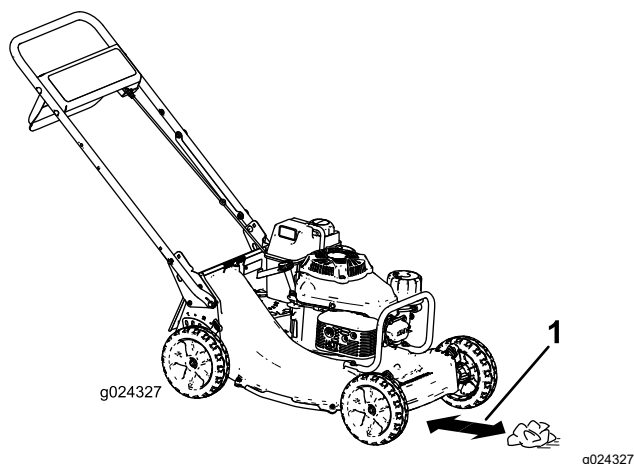

Figure 19
4. Placez la boule de papier journal à 13 cm (5 po) devant la machine (Figure 19).